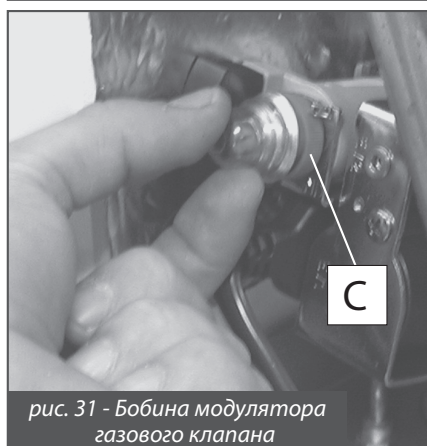

рис. 31 - Бобина модулятора газового клапана
- снять пластиковый колпачок **С** с верхней части bobины модулятора газового клапана (рис. 31), который предохраняет винты регулировки давления;